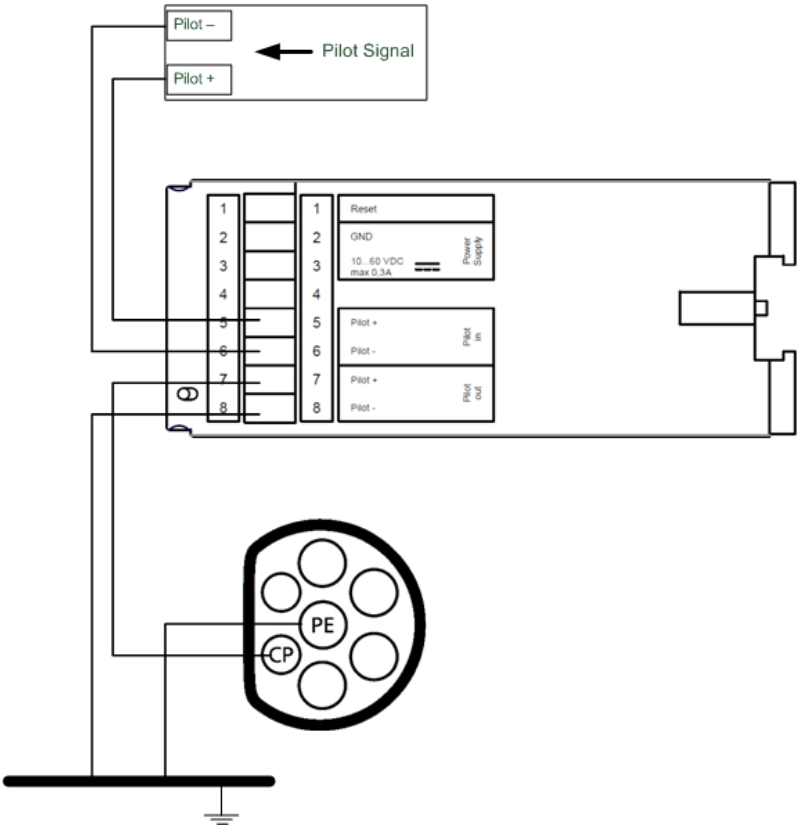

Abbildung 4: Anschluss des Pilotsignals
- ❗ Um Verschleppungen des Powerline-Signals zu minimieren, sollte die Verbindung zwischen PE und dem negativen Pilotleitersignal an der Ladesteckdose, d.h. an der Seite von „Pilot Out“ erfolgen. Die beiden Signale „Pilot In +“ und „Pilot In –“ sollten ohne PE-Bezug direkt an die Pilotsignalquelle angeschlossen werden. Siehe Abbildung 4.